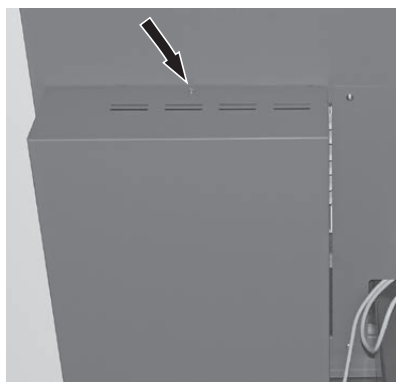

Fig. 147 Copertura sopra i convertitori di frequenza
- ▶ Agganciare la copertura sopra i convertitori di frequenza in basso e fissarla in alto con 1 vite autofilettante – Fig. 147.